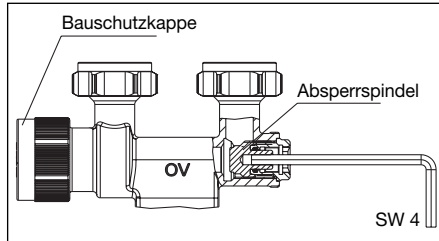

Abb. 6 Absperren
4. Absperrspindel mit Sechskantschlüssel SW 4 durch Rechtsdrehen schließen (s. Abb. 6).
2. Die Absperrspindel mit Sechskantschlüssel SW 4 durch Linksdrehen bis Anschlag öffnen (s. Abb. 6). Heizkörper entlüften.